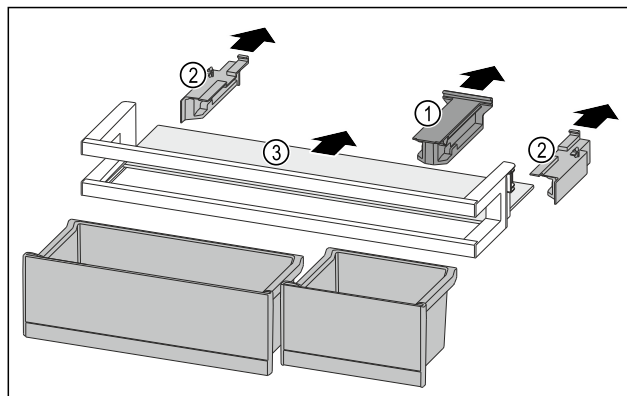

Fig. 85
- ▶ Snemite držalni del Fig. 85 (1).
- ▶ Snemite stranski del Fig. 85 (2).
- ▶ Odstranite polico za odlaganje Fig. 85 (3).